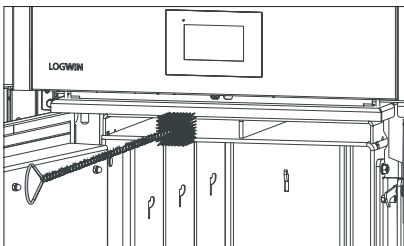

Fig. 29 Pulire l'aspirazione del gas distillato a bassa temperatura
- ▶ Pulire il canale per l'aspirazione del gas distillato a bassa temperatura – Fig. 29.